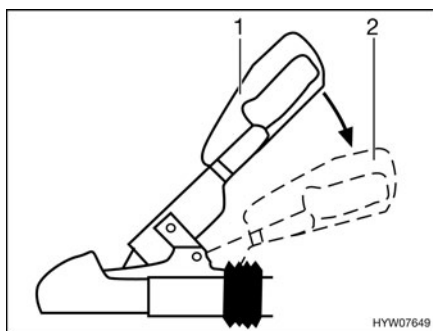

Fig. 173 Tirador de estabilización
- Activar el dispositivo de estabilización. Tirar de la palanca de acoplamiento hacia abajo desde la posición cerrado (Fig. 173,1) hasta el tope (Fig. 173,2).